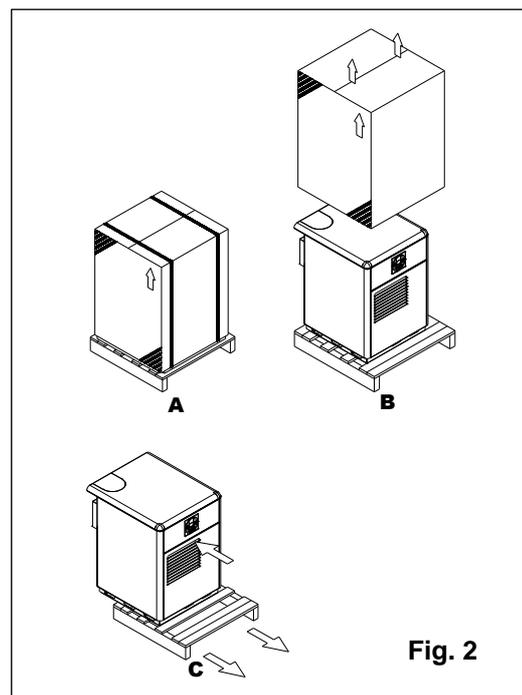

Fig. 2
Pendant le fonctionnement de la chaudière, il est possible de visualiser 2 niveaux de puissance relatifs au degré de modulation de la chaudière (voir figure 2):
- a. Couper les bandes noires.(fig . 2)